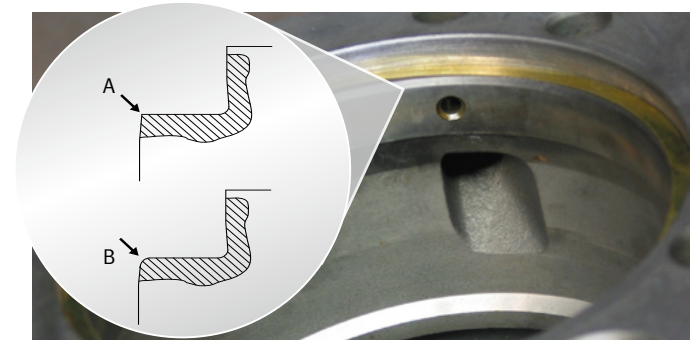

Abb. 2/Fig. 2/рис. 2
**Attention :** observez la position de montage de la bague d'étanchéité. Les deux chanfreins de la bague d'étanchéité (F) doivent être dirigés vers l'extérieur.
Le nouveau modèle de chemise de cylindre nécessite un chanfrein arrondi au diamètre interne du siège de la chemise (Fig. 2). Avant le montage, vérifiez si le bloc-moteur possède un chanfrein arrondi. En l'absence de chanfrein arrondi (A), l'arrondi doit être aménagé sur le chanfrein plat existant (B).